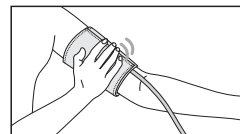

Рис. 8
4. Застегните манжету так, чтобы она плотно облегла руку, но не перетягивала ее. Слишком тесное или, наоборот, слишком свободное наложение манжеты может привести к неточным показаниям (рис. 8).